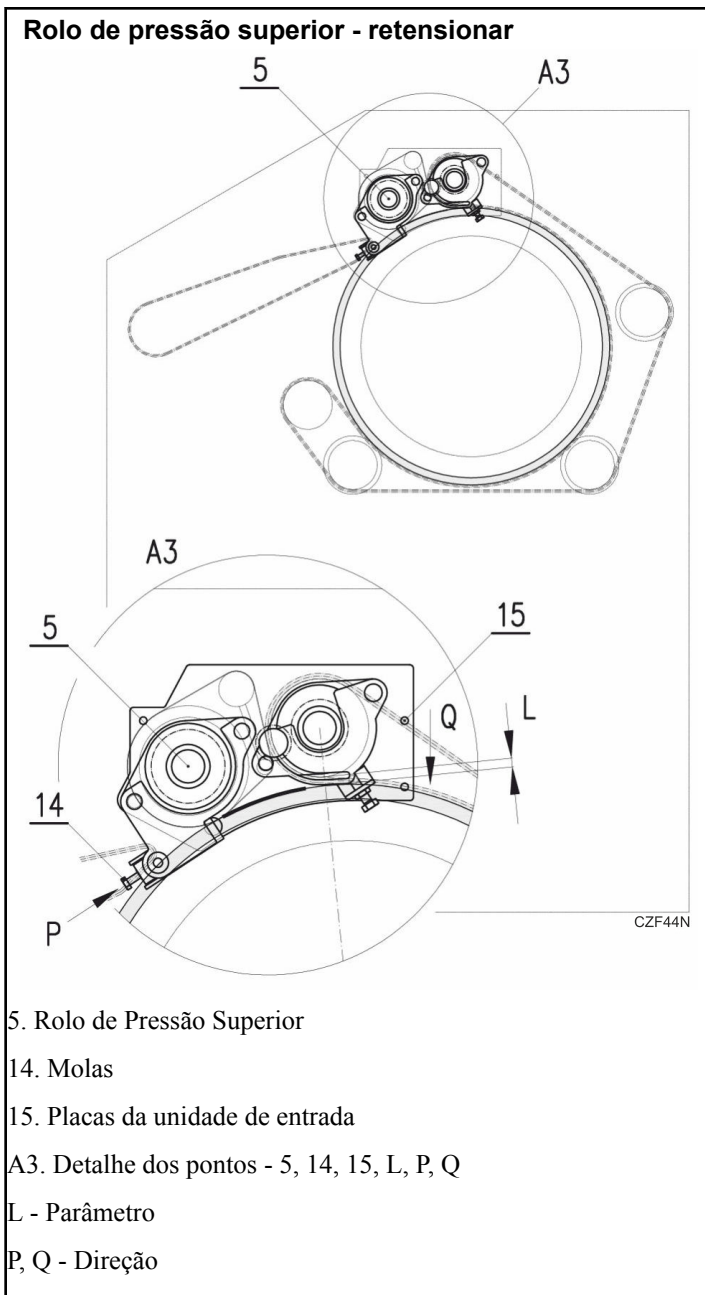

Figura 53
- O rolo de pressão superior (5) – *Figura 53* assegura que a roupa é alimentada para a máquina de engomar, pressionando-